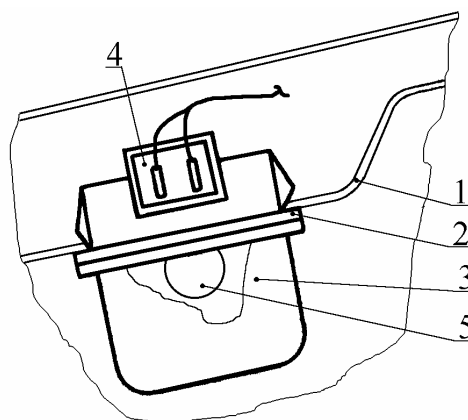

Рис. 36. Замена лампы фонаря подкапотного:
8.16.1. Снять плафон 3 (рис.36) фонаря подкапотного